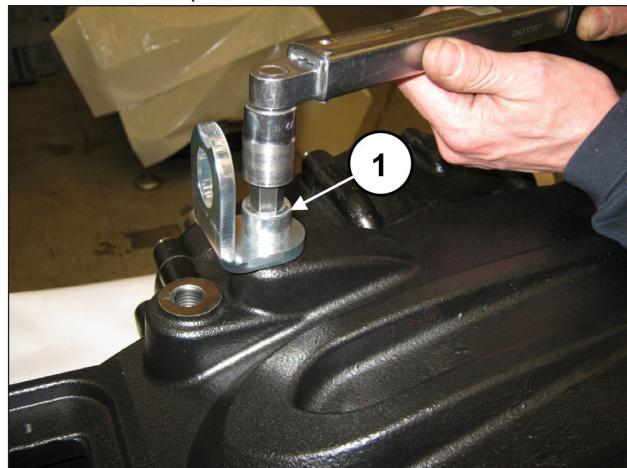

Fig. 99
Monter les bouchons et les étriers de levage à l'aide des vis M16x30 (rep. ①, Fig. 99).